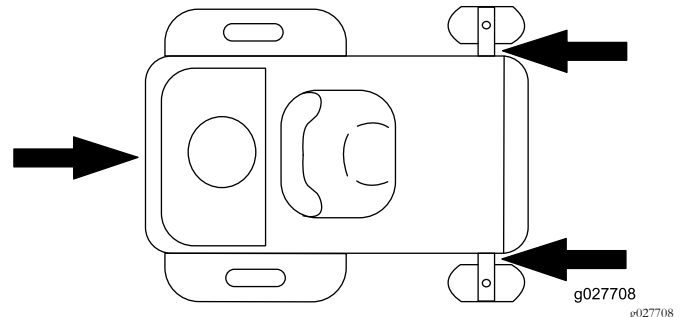

Figura 21
5. Amarre la máquina junto a las ruedas giratorias delanteras y el guardabarros trasero (Figura 21).